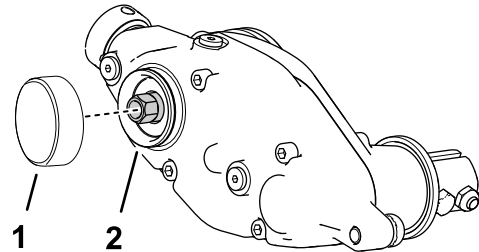

図 14
1. スナップリングの溝と外径部分に、中程度のシリンダ保持コンパウンドGreen Loctite® 609などを塗る **図 14**。
2. **図 14**のようにキャップを取り付ける。